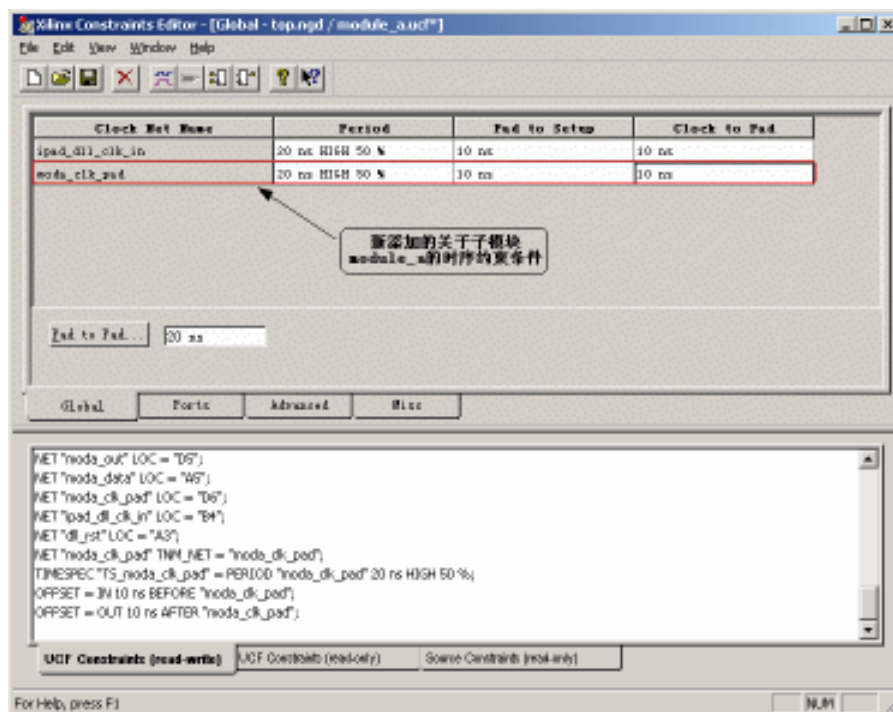

图8-16 对扩展的子模块 module_a 进行时序约束
- (3) 在 “Modular_Design\Imp_modules\module_a” 目录下，再次执行 “constraints_editor top.ngd” 命令，启动用户约束编辑器对扩充了 module_a 子模块的顶层进行更为详细的时序约束。在新建 ucf 对话框的 Constraints File 栏中选择约束文件 “module_a.ucf”，单击  按钮，确认新建用户约束文件，进入约束编辑器的主界面。约束时注意不要破坏在 Initial Budgeting 阶段项目管理者设计的全局性约束条件，而仅仅对扩展的子模块进行时序约束，如图 8-16 所示。